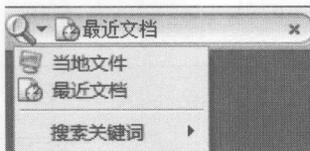

图 1-3 单击下拉三角形图标打开搜索选项
**注意：**“SolidWorks 搜索”是 2010 新增加的功能，单击左侧的下拉三角形图标，可以通过选择“当地文件”、“最近文档”或“搜索关键词”等方法搜索想要的文件，如图 1-3 所示。